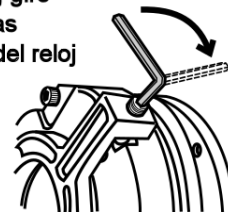

FIG. A5
- Libere el freno (**Fig A5**) girando a favor de las manecillas del reloj el tornillo de liberación.
Si el equipo requiere ajuste de la cinta sierra, tendrá que liberar la polea. Use la llave tipo allen de 5/32" (incluida) y gire 360° el tornillo de liberación (**Ver Fig. A5**) a favor de las manecillas del reloj. Complete el servicio y gire al lado contrario el tornillo para volver a bloquear la polea (no es necesario quitar el freno para esta operación).